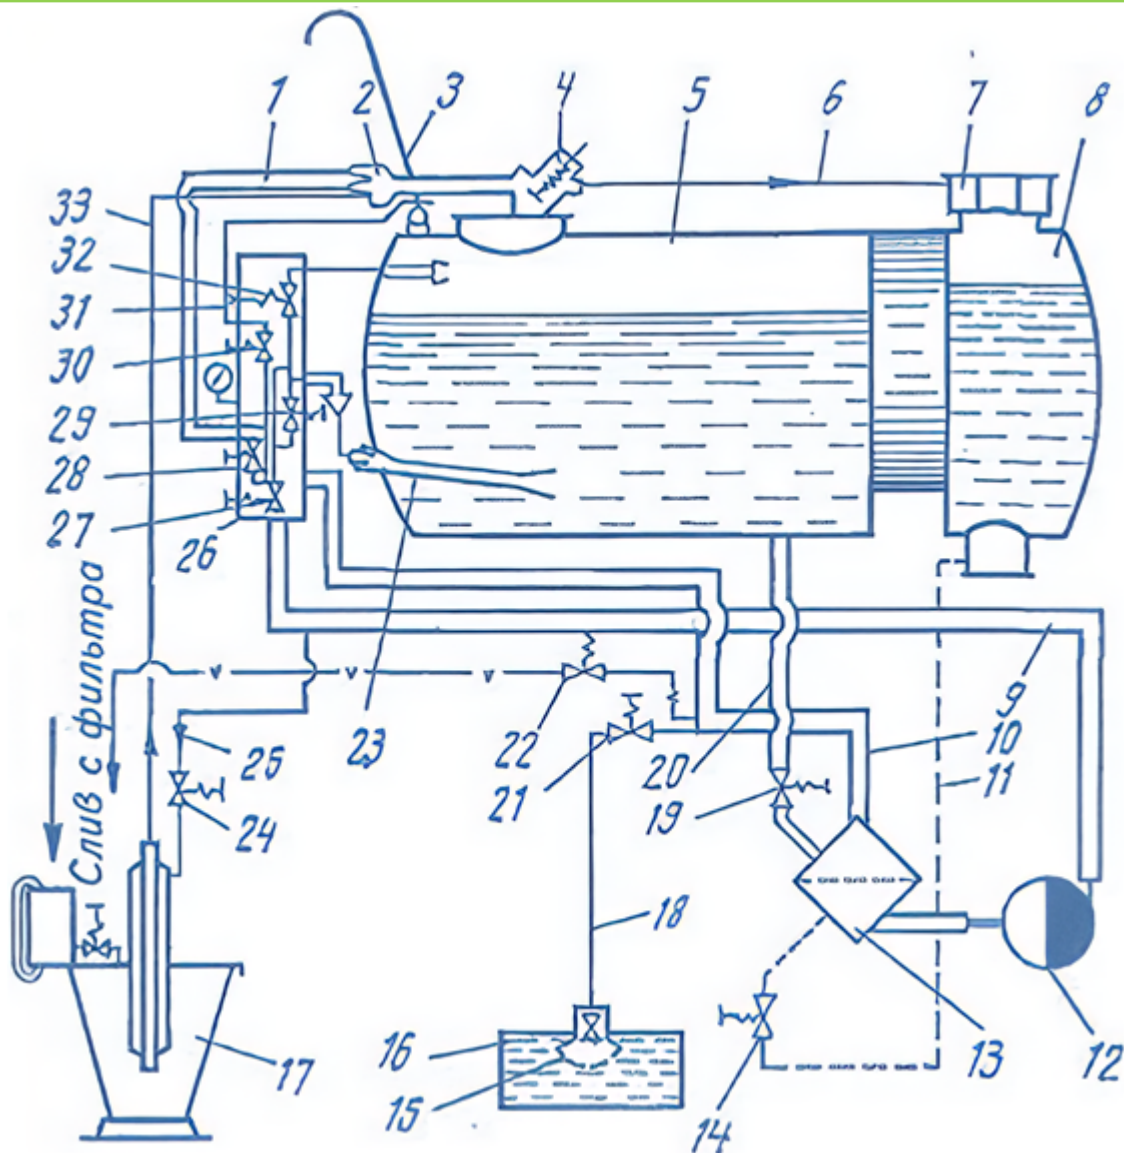

Рис. 4.2.1. Агрегат АПЖ-12:
Основними вузлами агрегату **АПЖ-12** є: рама з ходовою частиною, гальмівна гідравлічна система, редуктор, карданна передача, основний (5, рис. 4.2.1), додатковий (8) і допоміжний резервуари (17), відцентровий насос (12), гідромеханічний подрібнювач, гідроелеватор, всмоктувальна і нагнітальна магістралі, дозатор, пульт керування (26), електрообладнання.